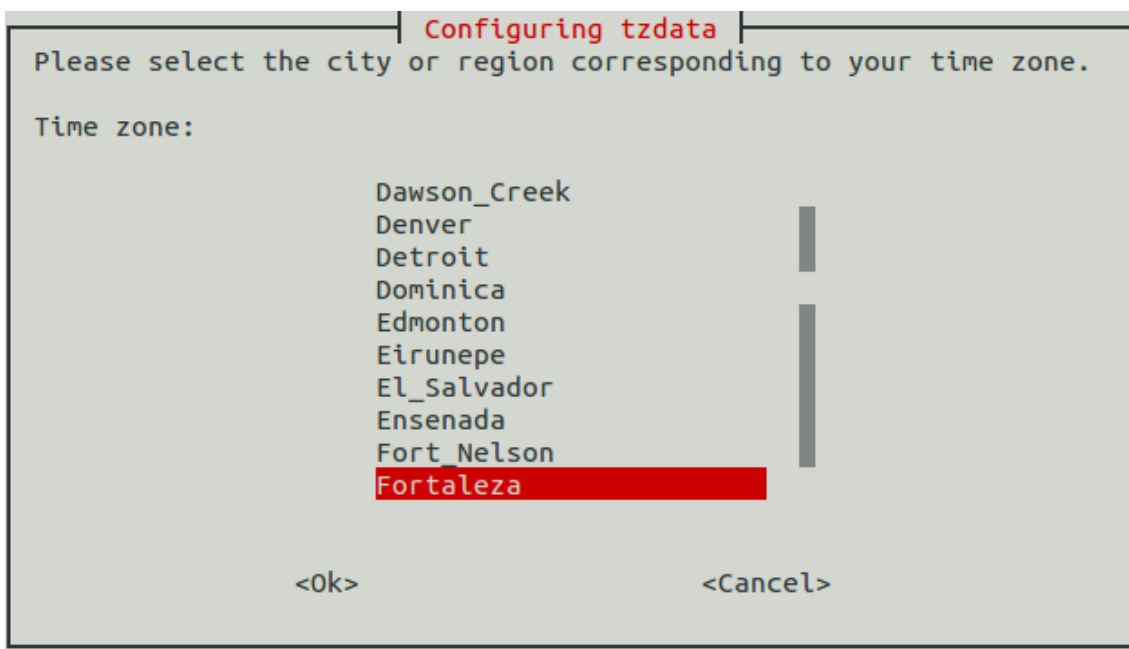

Figura 18.20: Tela do RaspiConfig
4. E por último, Fortaleza. Para sair, OK (Figura 18.20).